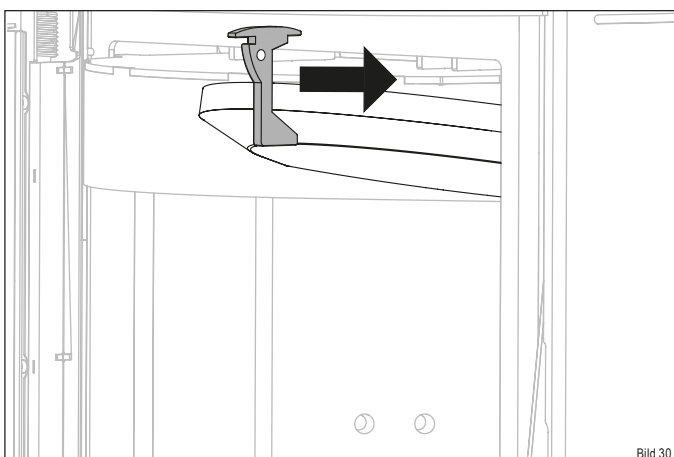

Bild 30
- ▶ Schieben Sie den Thermosteinhalter nach vorne (Bild 30).